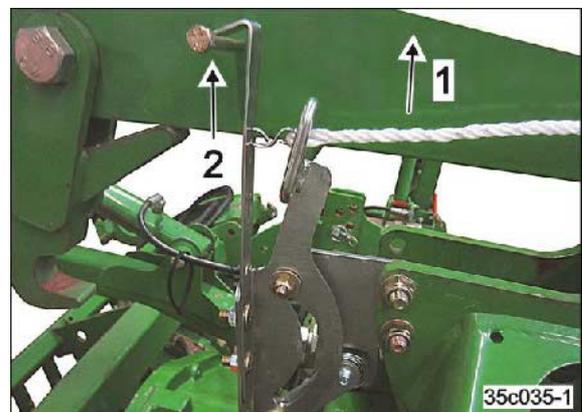

图 96
11. 通过将销栓 (图 96/2) 钩入所需的控制装置来限制播种机的升降高度。